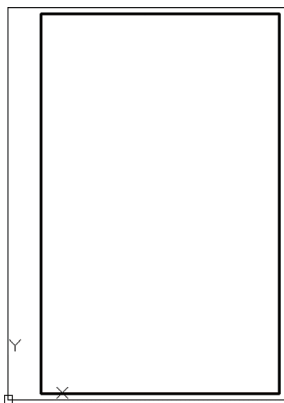

图 6-59 原始图框(未绘制标题栏)
1) 单击“打开”按钮,弹出“选择文件”对话框,在随书光盘的“CH6”文件夹中选择“A4 图框-插入块实例.dwg”文件,单击该对话框中的“打开”按钮。该文件中已经存在着图 6-59 所示的原始图框。